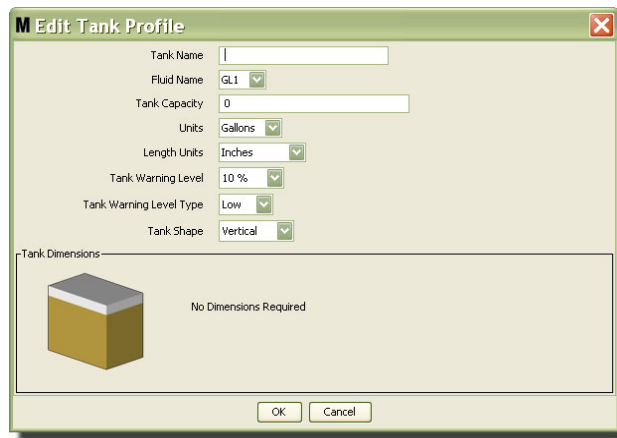

FIG. 101
3. L'écran Modifier Profil du Réservoir (Edit Tank Profile) montré à la FIG. 101 s'affiche.